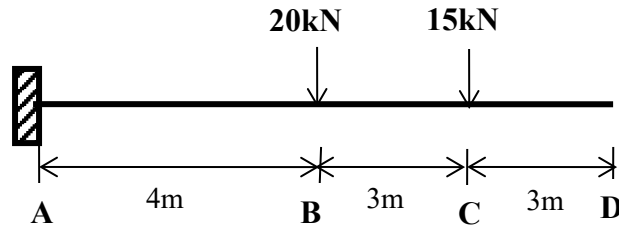

Figure A2 (c) / Rajah A2 (c)
- Figure A2 (b) (ii)**
*Sebuah rasuk berkeratan rentas segiempat seperti ditunjukkan dalam **Rajah A2 (b) (ii)** dibawah dikenakan tegasan ricih maksimum 30kN. Tentukan daya ricih pada jarak 50mm dari paksi neutral.***Figure A2 (b) (ii) /Rajah A2 (b) (ii)**
- (c) A cantilever beam is subjected to a load as shown in **Figure A2 (c)** by using area moment method. Given: $A_y = 35 \text{ kN}$; $M_A = 185 \text{ kNm}$